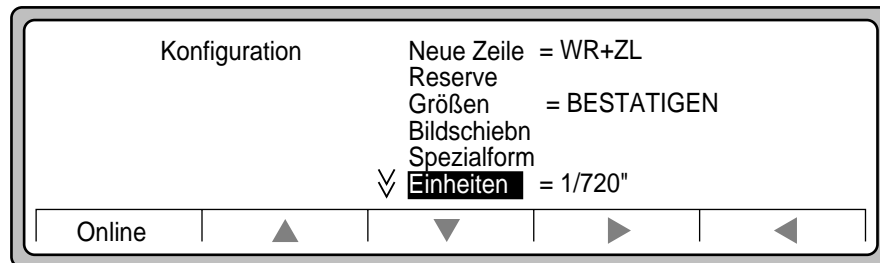

Abbildung 3-18 Konfigurationsoptionen
8. Drücken Sie ►, um die Konfigurationsoptionen anzuzeigen (Abbildung 3-18).
9. Drücken Sie ▼, um die Einheiten auszuwählen (Abbildung 3-18).